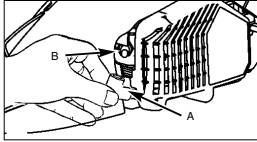

Abb. 21
2. Entnehmen Sie die Abdeckung, indem Sie die Abdeckungsbefestigungsschrauben lösen (Abb. 21).
3. Ziehen Sie das Zündkabel (A) durch Ziehen und gleichzeitig Drehen von der Zündkerze (B) ab (Abb. 21).